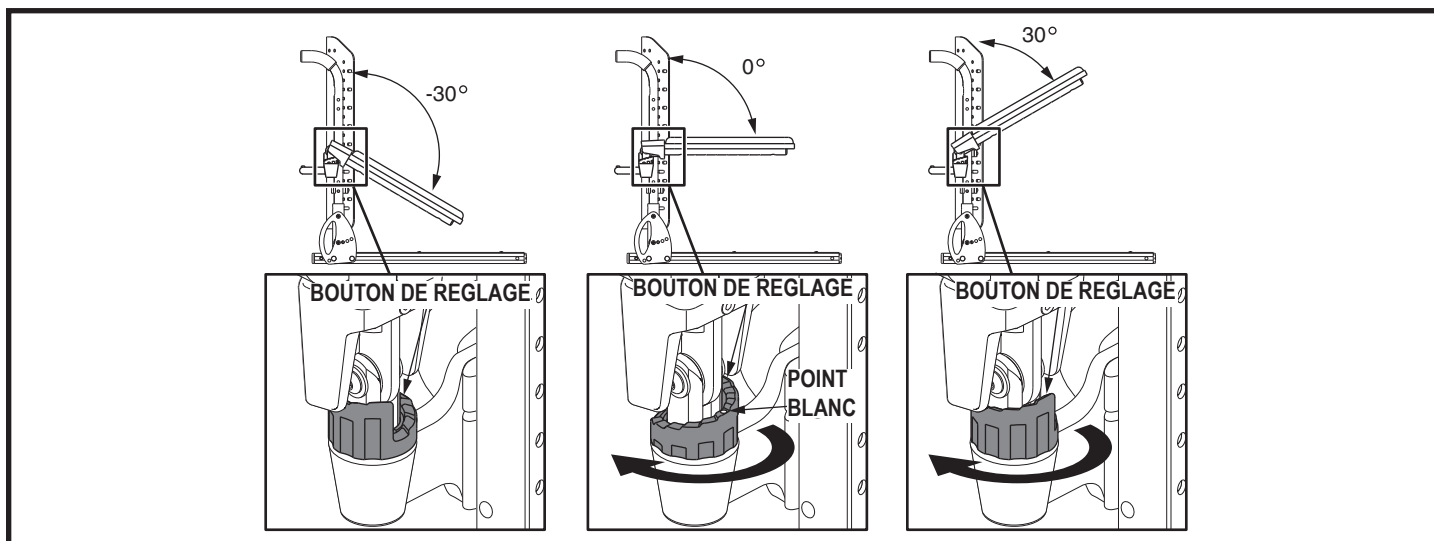

Figure 16. Réglage de l'angle des accoudoirs Cantilever
2. Tournez le bouton de réglage dans le sens des aiguilles d'une montre pour changer l'angle de l'accoudoir. **Voir la figure 16.** L'angle est à 0° lorsque le bouton de réglage est face au point blanc. À partir de ce point (0°), l'angle peut être réduit à -30° ou augmenté vers 30° avec des intervalles de 5°. Le bouton de réglage ne tourne que dans le sens des aiguilles d'une montre.